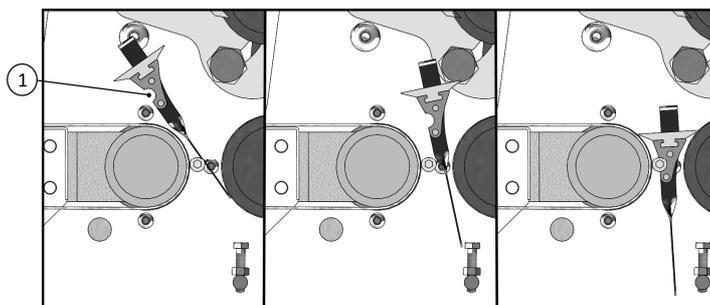

Рисунок 22
Для выполнения этой операции следуйте изложенным ниже инструкциям, ссылаясь на Рисунок 22:
- Разместите скребки в соответствующем отверстии между штифтами, зафиксированными на боковых панелях и нижним валиком: углубление (из.1 Рисунок 22) должно находиться на противоположной от цилиндра стороне. **ВНИМАНИЕ: скребок должен быть установлен таким образом, чтобы два его "лезвия" находились в вертикальном положении (См. Рисунок 22).**